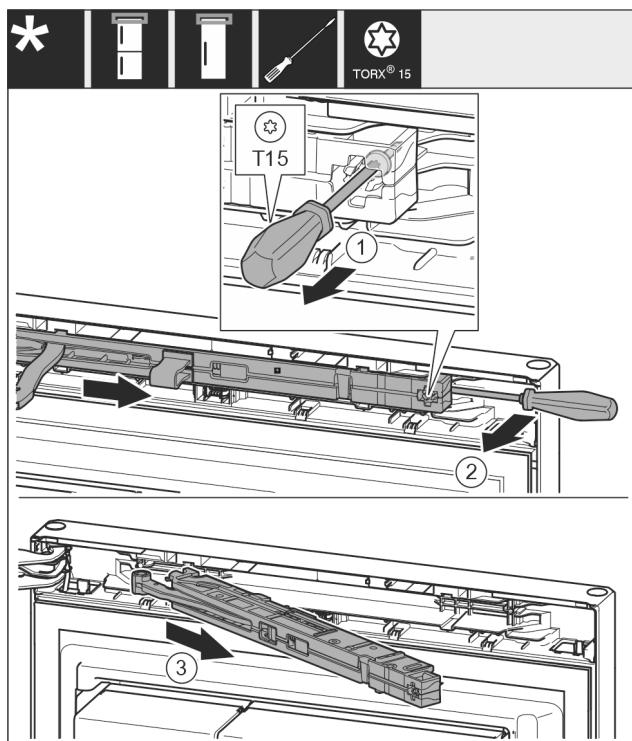

Fig. 11
► Afloje el tornillo Fig. 11 (1) de la unidad del amortiguador de cierre con un destornillador 14 mm.
► Haga palanca con un destornillador para sacar la unidad del amortiguador de cierre Fig. 11 (2) del lado del tirador hacia delante.
► Extraiga la unidad del amortiguador de cierre Fig. 11 (3).